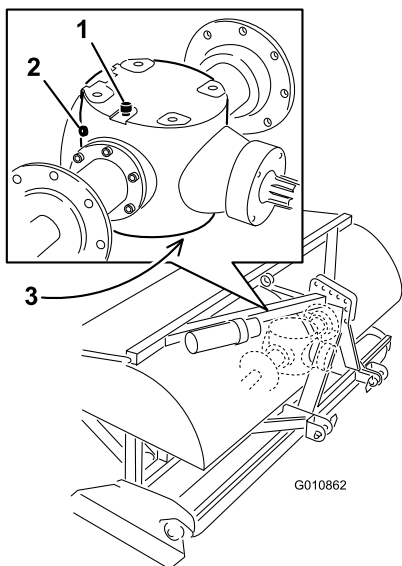

Figura 32
2. Retire el tapón de verificación de la caja de engranajes (Figura 32).
- 3. Asegúrese de que el aceite llega hasta la parte inferior del orificio del tapón de verificación de la caja de engranajes (Figura 32).
- 1. Limpie cualquier residuo del tapón de ventilación/llenado para evitar cualquier contaminación (Figura 32).